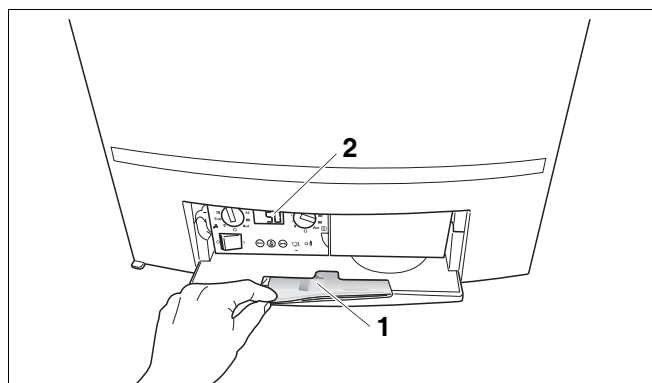

Fig. 3 BC10 et notice d'utilisation
Elle propose à l'utilisateur de l'installation de chauffage une vue d'ensemble concernant l'utilisation et la commande de la chaudière. Cette notice est placée dans la chaudière sous le cache du tableau de commande (voir fig. 3 page 6).
Le contrôleur de base BC10 est placé derrière le clapet sur le côté gauche (fig. 3, **pos. 2**).
Sur la partie arrière du clapet se trouve la notice d'utilisation de la chaudière (fig. 3, **pos. 1**).